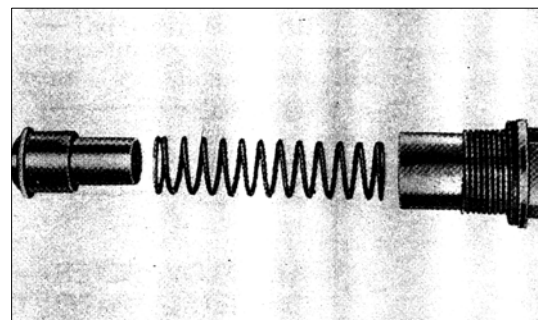

РИС. 137
1) Проверьте пружину байпасного клапана (рис. 137) на соответствующем станке для проверки пружин и замените её в случае необходимости.